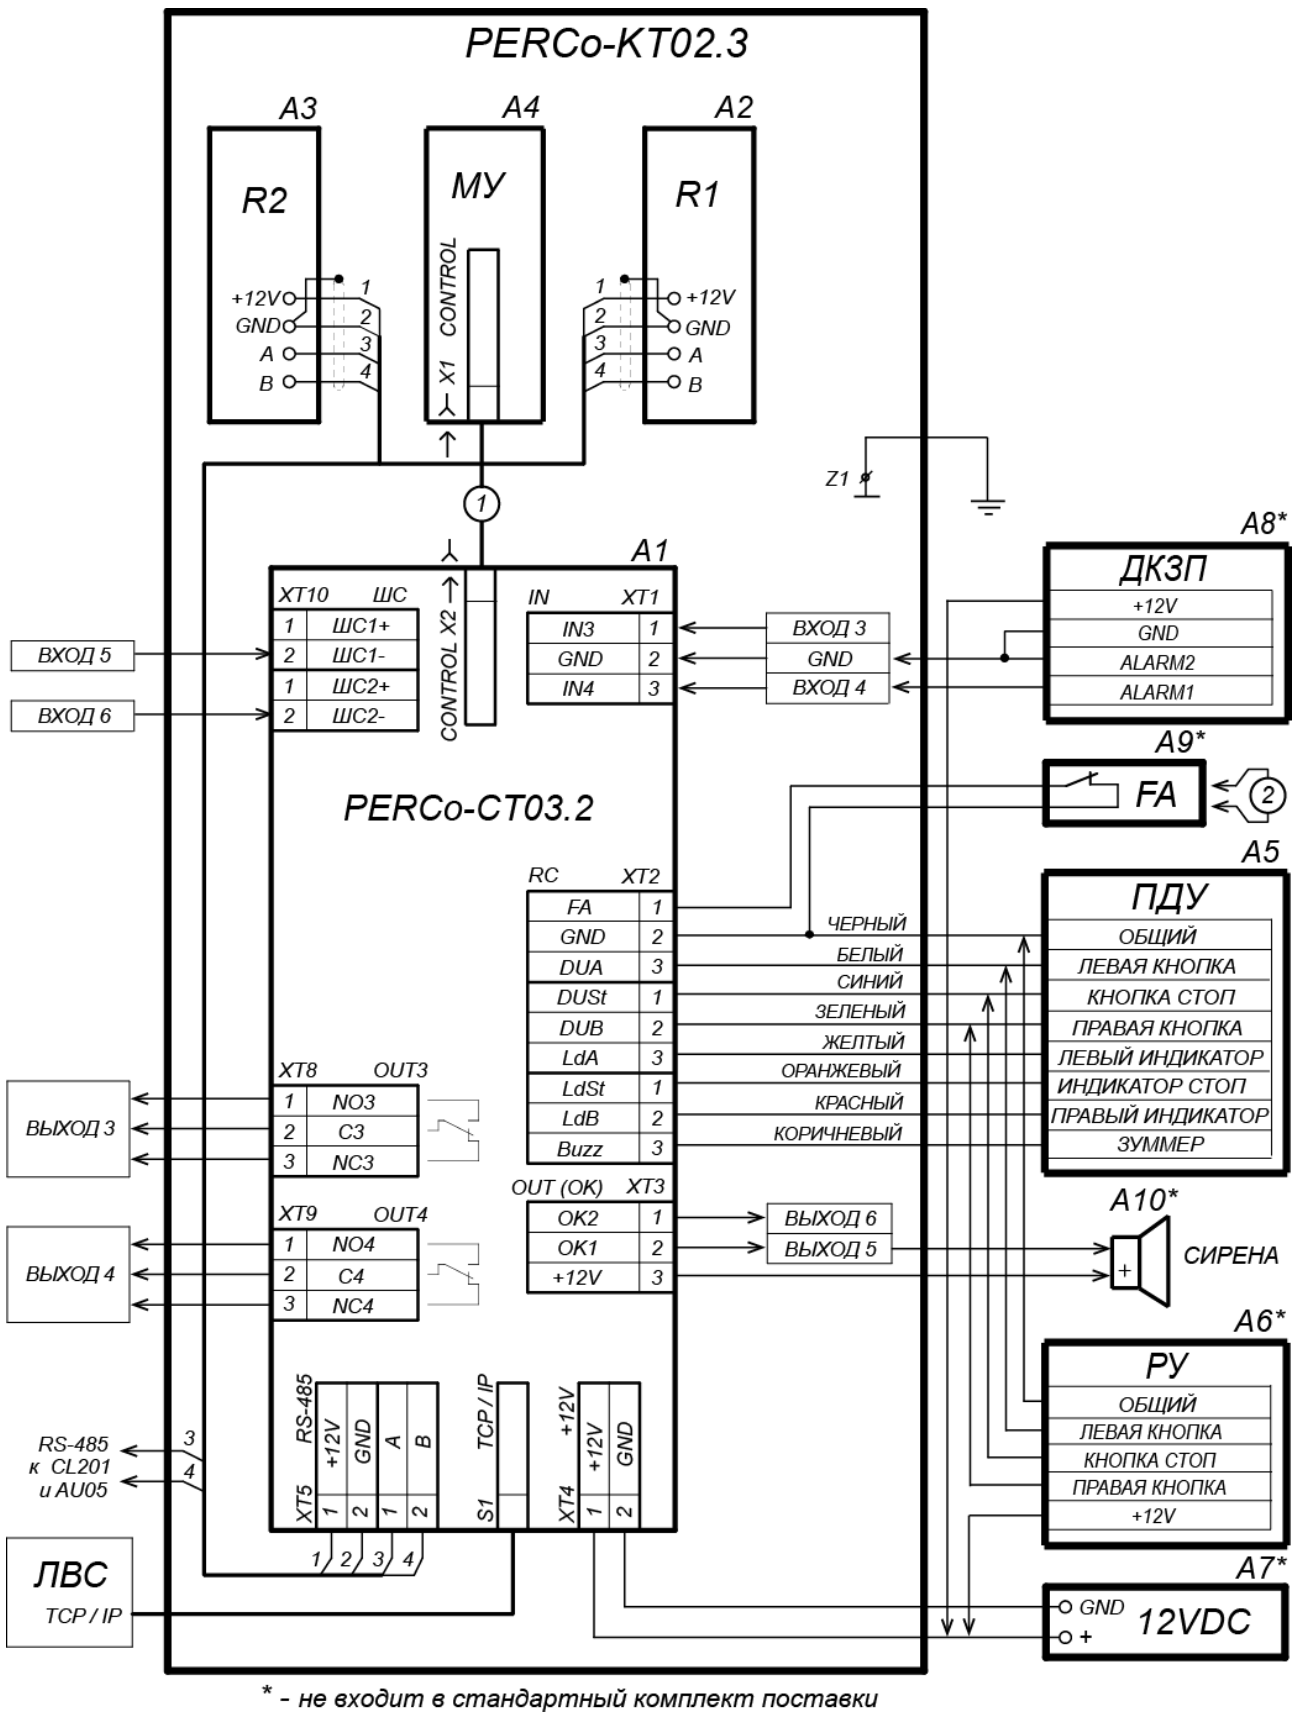

Рисунок 12. Схема подключения ЭП и дополнительного оборудования
Расположение клеммных колодок на нижней плате контроллера ЭП показано на рис. 5, назначение контактов клеммных колодок указано в табл. 1. Схема подключения приведена на рис. 12. Используемые при подключении типы кабелей указаны в табл. 4. При монтаже ЭП придерживайтесь следующей последовательности действий:
10. Подключите кабель питания (12) к клеммной колодке **XT4** на нижней плате контроллера согласно схеме, приведенной на рис. 12.
- позиционные обозначения A1-A4 и Z – указаны на рис.12
11. Подключите кабель (10) ПДУ (9) к клеммной колодке **ХТ2** согласно схеме, приведенной на рис. 12.
12. Подключите, при необходимости, кабели от других устройств к соответствующим клеммным колодкам нижней платы контроллера согласно схеме, приведенной на рис. 12.